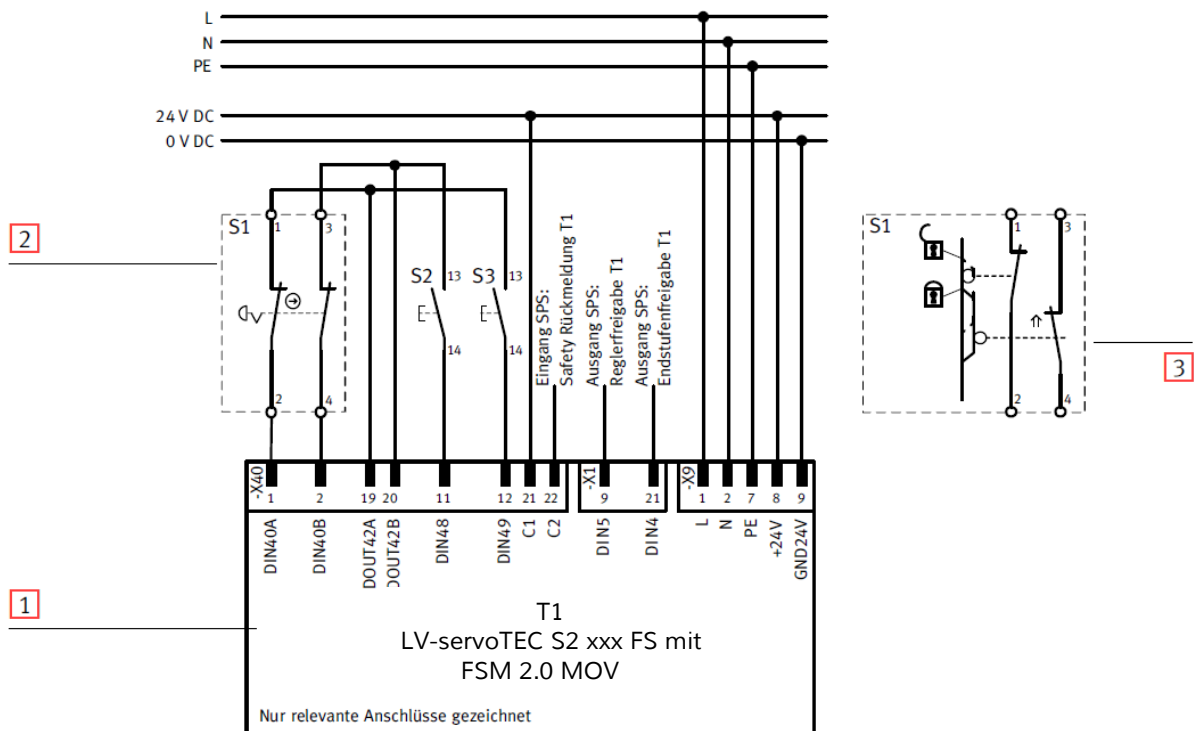

Abbildung 46 Schaltungsbeispiel mit Schaltkontakten
Zur Sicherstellung der Sicherheitsfunktionen sind die Steuereingänge zweikanalig in Parallelverdrahtung **anzuschließen, Beispiel** Abbildung 46, Seite 158
Wenn in der Inbetriebnahmephase nur die Sicherheitsfunktionen STO und SBC benötigt werden (Not-Halt), sollte die Erstinbetriebnahme des Servoreglers LV-SERVOTEC S2 mit dem Sicherheitsmodul FSM 2.0 – MOV mit einer Mindestbeschaltung entsprechend Abbildung 46 (siehe Abschnitt 4.3.1, Seite 158) mit einem Not-Halt-Schalter (2) erfolgen. Bitte verwenden Sie dafür ein Sicherheitsmodul, das sich im „Auslieferungszustand“ befindet (es blinkt rot/grün , siehe Abschnitt 3.10.2 Seite 140, Tabelle 91). Im Auslieferungszustand sind die Sicherheitsfunktionen STO und SBC bereits vorbereitet.